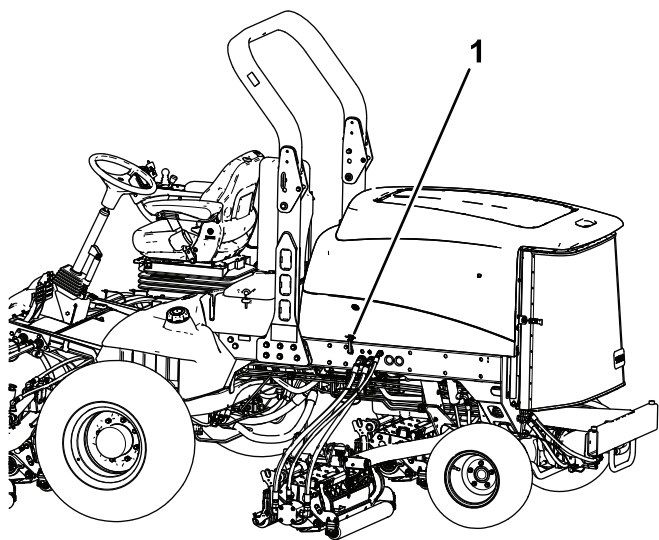

Figura 66
1. Solte os trincos do capot (Figura 66) e levante o capot.